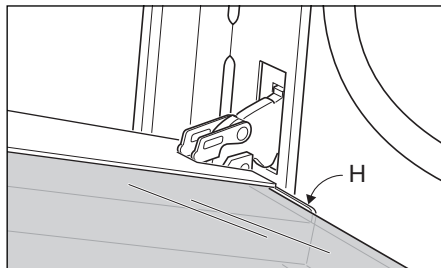

Fig. 43c
- Insérez la vitre dans les rails de guidage gauche, « E », et droit, « F », et faites-la glisser en douceur jusqu'aux butées « H » (Fig. 43c).